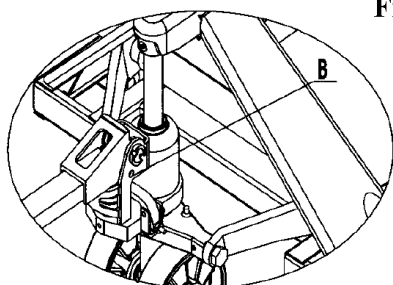

Fig. 3
- 3.6 Descer o braço principal para a posição horizontal e retirar o pino (7), guarde-o para eventuais manutenções. Ver Fig. 3.